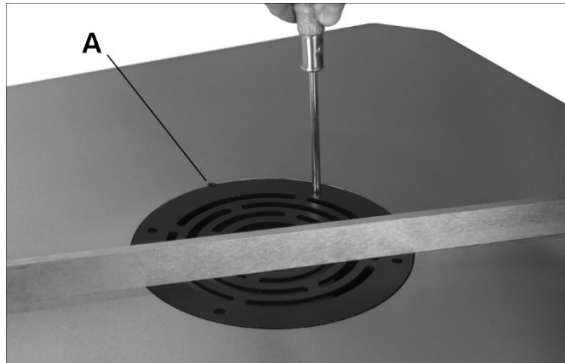

Abbildung 6: Montage Tischeinsatz
3. Tischeinsatz in den Tisch einsetzen, sodass der Stift in der Kerbe sitzt (A, Abbildung 6).